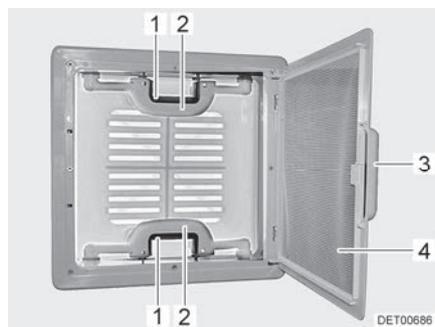

Fig. 19 Claraboya con cierre de resorte
- Tirar del tirador (Fig. 19,3).
- Plegar hacia abajo la protección contra insectos (Fig. 19,4).
- Presionar el cierre de resorte (Fig. 19,1) hacia el lado interior de la claraboya. Presionar simultáneamente hacia arriba la claraboya con el tirador (Fig. 19,2).
- Plegar hacia arriba la protección contra insectos (Fig. 19,4) hasta que engatille.
- Tirar la claraboya enérgicamente hacia abajo por los dos tiradores (Fig. 19,2), hasta que los dos cierres de resorte (Fig. 19,1) hayan engatillado.